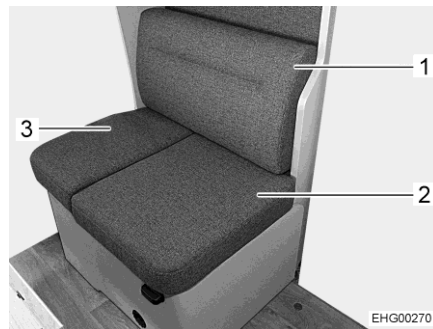

Fig. 10 Retirer les coussins
- Retirer le coussin de dossier (Fig. 10,1) de la banquette longitudinale.
- Retirer le grand et le petit coussin d'assise (Fig. 10,2 et 3) de la banquette longitudinale.